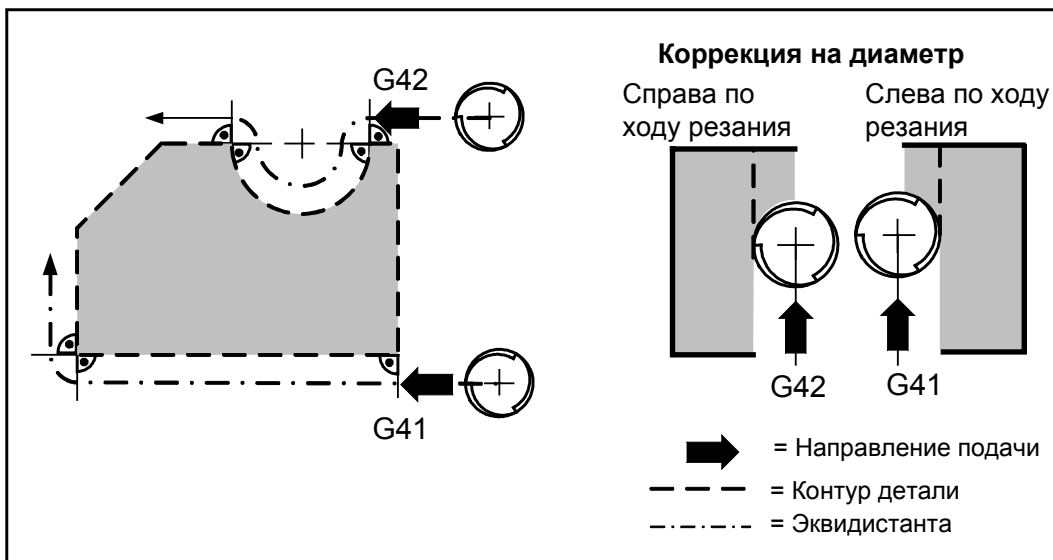

Рис.38.
25. Эквидистантная коррекция, - G40, G41, G42. В результате коррекции инструмент перемещается по траектории, параллельной исходному контуру. Принцип эквидистантной коррекции проиллюстрирован на рис.38.